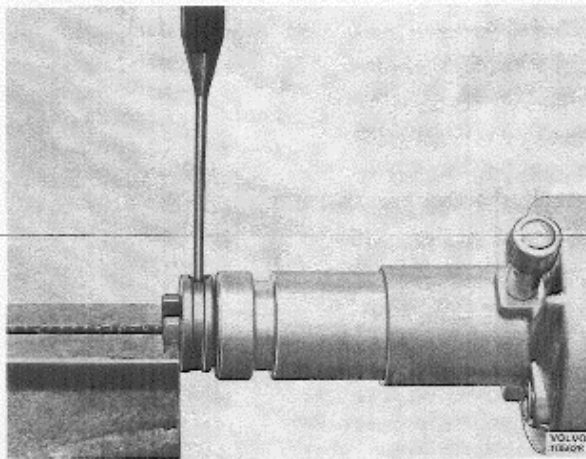

Abb. 3-52 Herausschlagen des Arretierstiftes
6. Federring abziehen und die Lage des Mitnehmers im Verhältnis zur Verteilerwelle kennzeichnen. Stift (Abb. 3-52) herausschlagen. Mitnehmer abnehmen und die Verteilerwelle aus dem Gehäuse ziehen. Darauf achten, daß keine Scheiben verloren gehen.